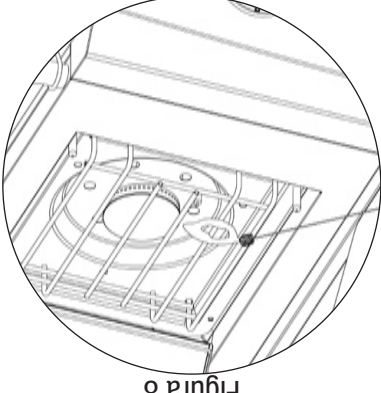

Figura 8
8. En caso de que el encendedor no encienda el quemador, use una cerilla encendida colocada en la vara de encendido que se acompaña para encender los quemadores manualmente. Acerque la llama de la cerilla al lado del quemador (vea Figura 8).
20. En caso de que el encendedor no encienda el quemador, use una cerilla encendida colocada en la vara de encendido que se acompaña para encender los quemadores manualmente. Acerque la llama de la cerilla al lado del quemador (vea Figura 8).